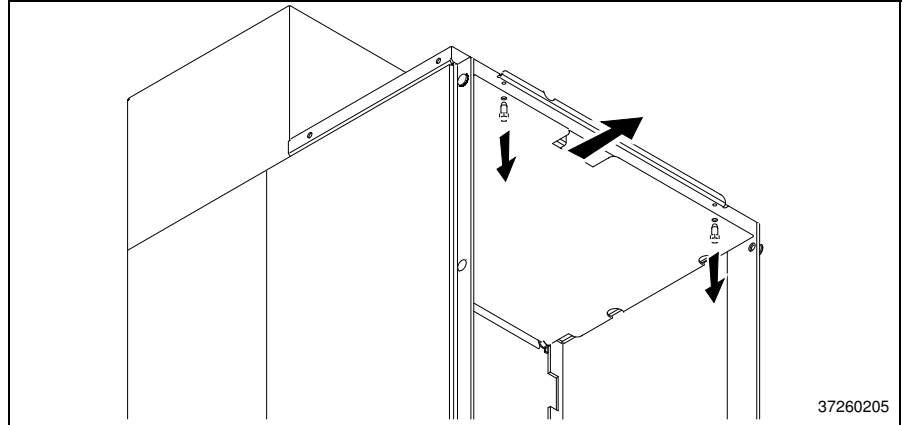

Рис. 24
- 6.** Выньте перегородку из верхней части кабельного отсека (Рис. 24).